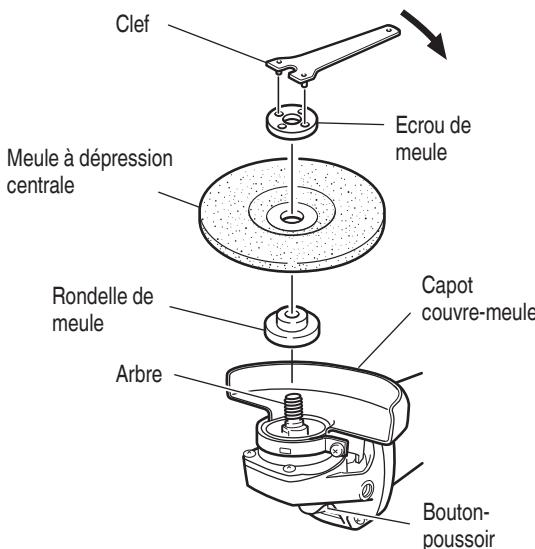

Fig. 5
S'assurer que la bouton-poussoir n'est pas engagée appuyant dessus deux ou trois fois avant de mettre la meuleuse à disque en marche. (Fig. 5)
- (1) Mettre la meuleuse à disque à l'envers de façon que l'arbre soit dirigé vers le haut.
- (2) Aligner l'entaille de forme ovale de la rondelle de meule avec l'encoche de l'arbre, puis les attacher.
- (3) Positionner la protubérance de la meule à dépression centrale sur la rondelle de meule.
- (4) Visser l'écrou de meule sur l'arbre.
- (5) Tout en poussant sur la bouton-poussoir avec une main, verrouiller l'arbre en tournant doucement la meule à dépression centrale avec l'autre main.
- Serrer l'écrou de meule en utilisant la clé fournie comme montré sur la Fig. 5.